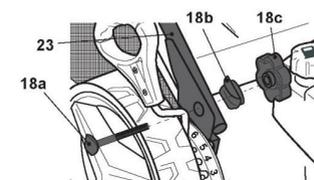

Fig. 3
5. Fixer la poignée inférieure (23) sur le support de poignée (20) avec les kits de montage (18) (Fig. 3).